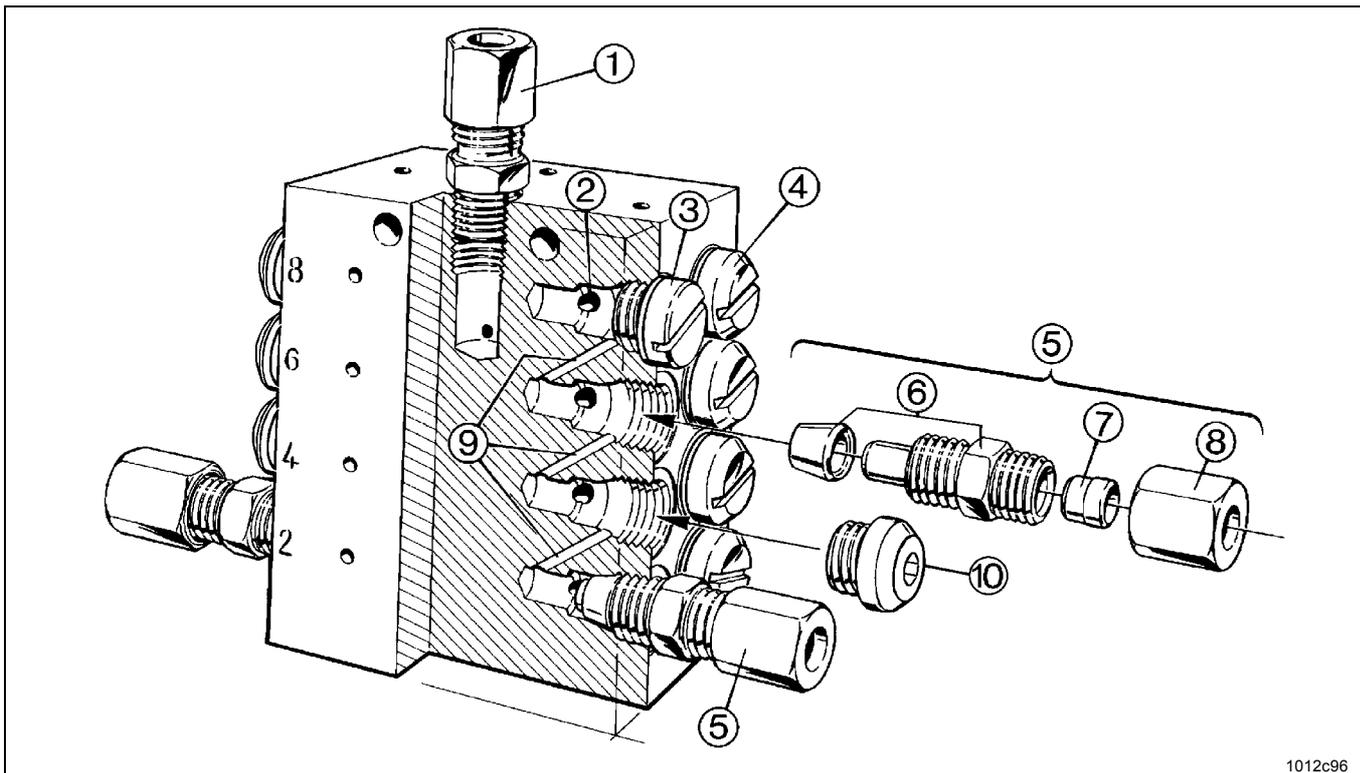

Рис. 26 Установка выпускных штуцеров или резьбовых заглушек в зависимости от необходимого количества смазки
- В каждый необходимый выпуск монтируется комплектный выпускной штуцер 5 (M 10 x 1) (см. рис. 26, 27, 28).
- Конусное уплотнение (Рис. 26) закрывает соединительные каналы 9 к следующему выпуску.
У быстроразъемных соединений и у корпуса клапана 6 (Рис. 26) конусное уплотнение является неотъемлемой частью.
Корпус клапана (Рис. 26) использовать только с конусным уплотнением.
На строительных и сельскохозяйственных машинах, где в качестве проводников смазки к точкам трения используются шланги высокого давления, рекомендуется применение вспомогательных распределителей (см. рис. 26, стр. 17).